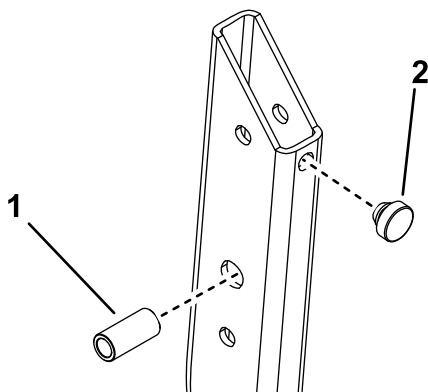

Figure 11
- Montez une butée et une entretoise cylindrique sur les deux tubes inférieurs de l'arceau de sécurité (Figure 11).